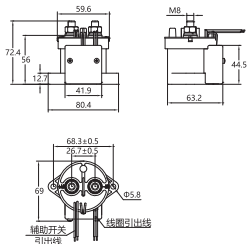
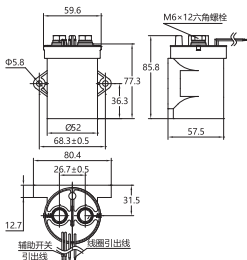

图6 NCZ2-150、200、250(P)/E□/ A、B□□外形与安装尺寸示意图
图13 NCZ2-150、200、250(P)/D□ / 12、24、48□□H外形与安装尺寸示意图
(3)NCZ2-150、200、250外形、安装尺寸如图6~图13所示